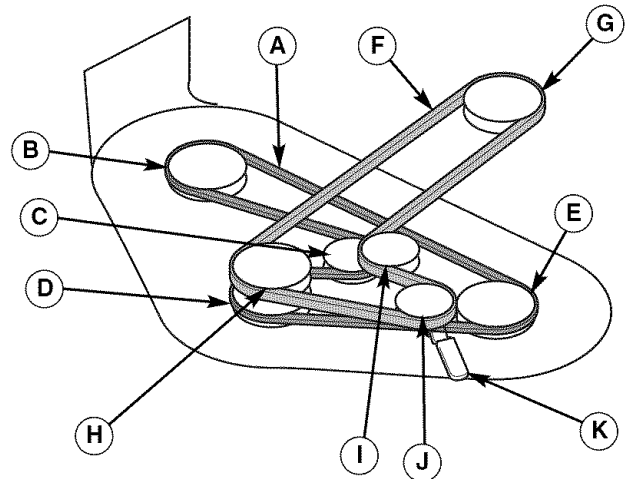

Figura 38. Disposición de Banda de PTO
2. Use el brazo de la p Polea tensora (K, Figura 38) para liberar la tensión en la banda y quitar la banda de tracción de la podadora (F) de la polea de PTO (G).
4. Instale la banda nueva (F) como se muestra en la Figura 38.
Póngase en contacto con un Centro de Partes y Reparaciones de Sears respecto a un reemplazo de la banda de tracción del árbol de sujeción (A, Figura 38).